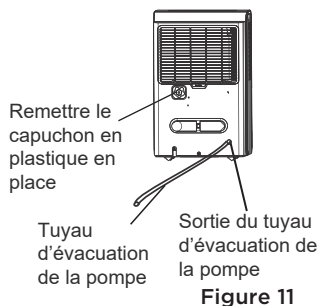

Figure 11
- Retirer le tuyau d'évacuation de l'appareil et installer le capuchon en plastique sur la sortie, en tournant dans le sens horaire (consulter la Figure 11).
- Insérer le tuyau d'évacuation dans la sortie de la pompe; insérer une longueur minimale de 15 mm (consulter la Figure 11), et faire ensuite courir le tuyau vers le drain de sol ou une autre installation de vidange appropriée.